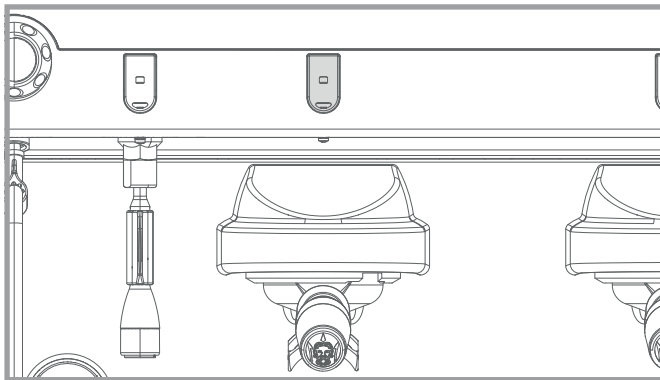

Fig. 5.2 - Gerätesteuern
- Die Portionsabgabetaсте für die gewünschte Menge drücken (☐ / ☐ / ☐ / ☐). Drücken Sie die Abgabetaсте bei der halbautomatischen Version (siehe Abb. 5.2).